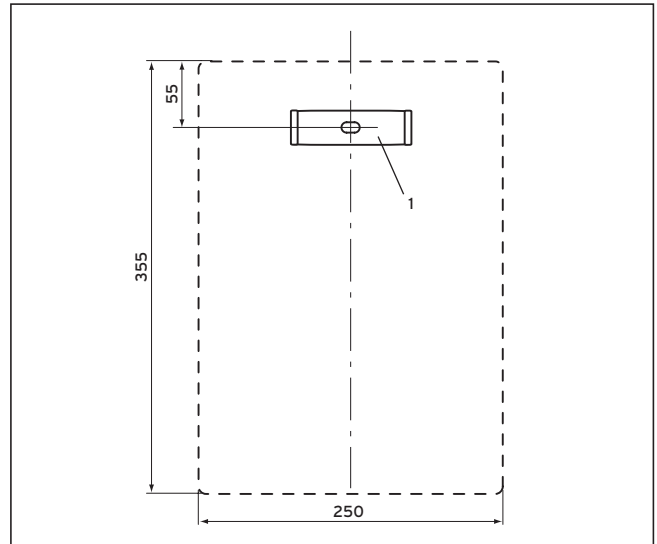

Abb. 2.2 Montage des Wandhalters
- Bohren Sie ein Loch für Kunststoffdübel 10 x 40 mm (siehe Abb. 2.2).